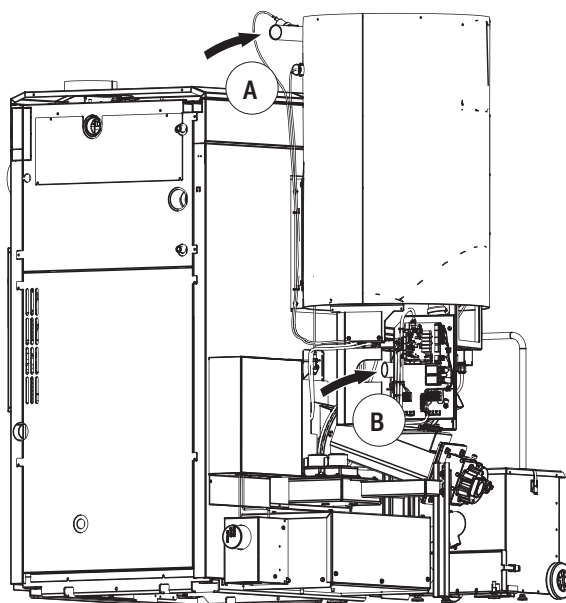

Fig. 129 Montaggio dei tubi flessibili di alimentazione e dell'aria di recupero
- ▶ Togliere 4 viti dal coperchio della stiva e rimuovere il coperchio – Fig. 129.
- ▶ Inserire le fascette sui tubi flessibili e collegare – Fig. 129.